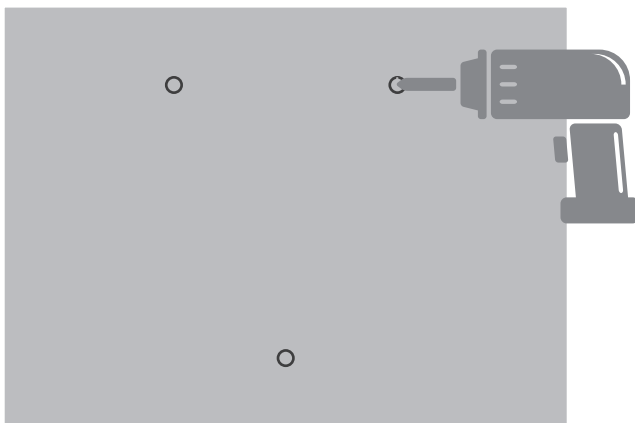

Abb. 5-5
3. Bohren Sie die Montagelöcher mindestens 40 mm tief in die Wand. (Siehe Abb. 5-5)